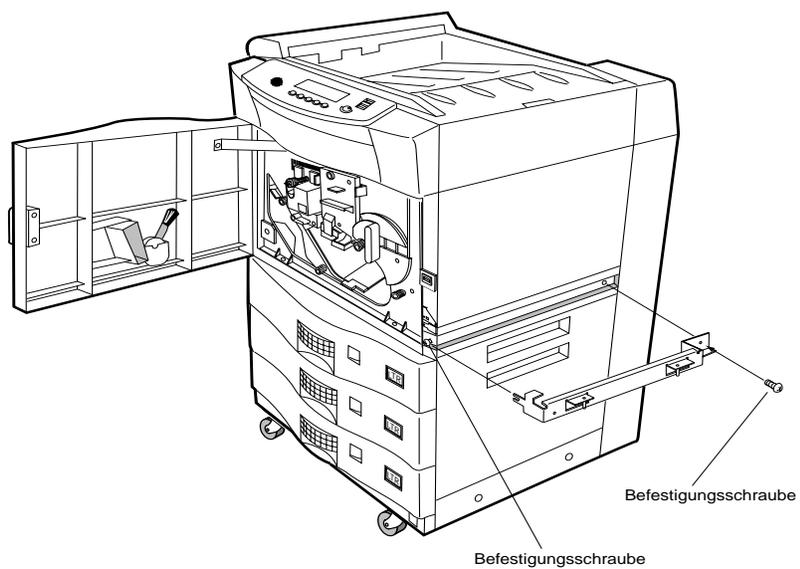

Abbildung 4-5 Papierführung befestigen
5. Befestigen Sie die Papierführung am Drucker, und sichern Sie sie mit den beiden Befestigungsschrauben (siehe Abbildung 4-5).